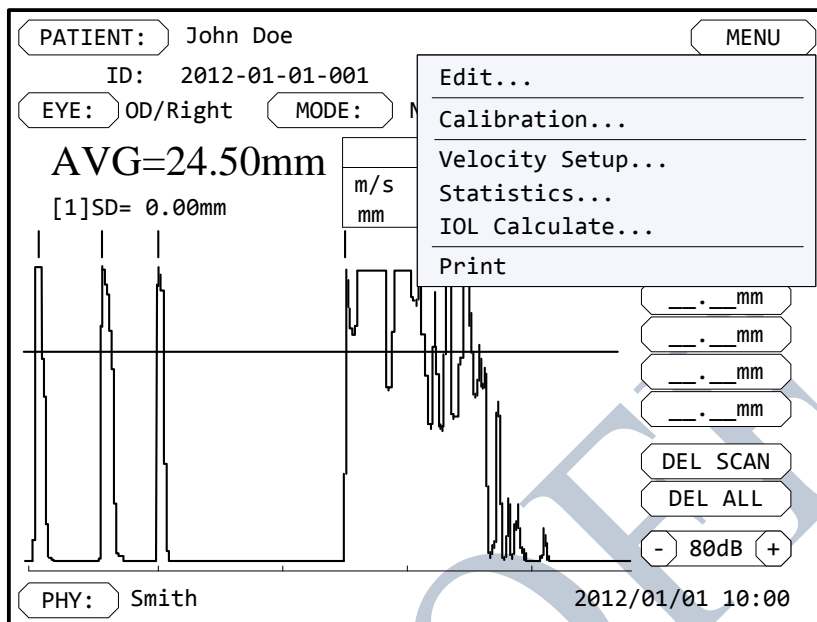
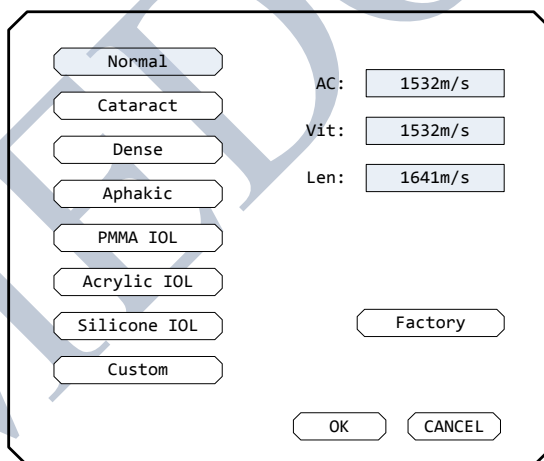
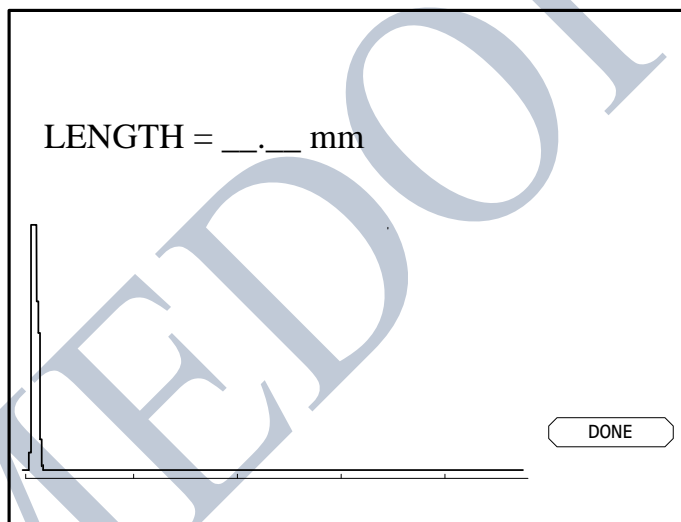

Рисунок 4-4 Меню A-Scan
Рисунок 4-5 Окно настройки скорости
Рисунок 4-6 Экран Калибровки А-скан
2. Выберите [Velocity Setup...] из меню (Рис. 4-4), после чего появится окно настройки скорости (Рис. 4-5).
Мы рекомендуем до начала измерения для лучшей функциональности произвести калибровку аппарата серии SP-1000. Для ее проведения с аппаратом SP-1000 поставляется Калибровочный Цилиндр из нержавеющей стали (Рис. 4-6).
1. Выведите на дисплей Экран Калибровки (Рис. 4-6) нажав кнопку [Calibration...] в Меню А-скан (Рис. 4-4).